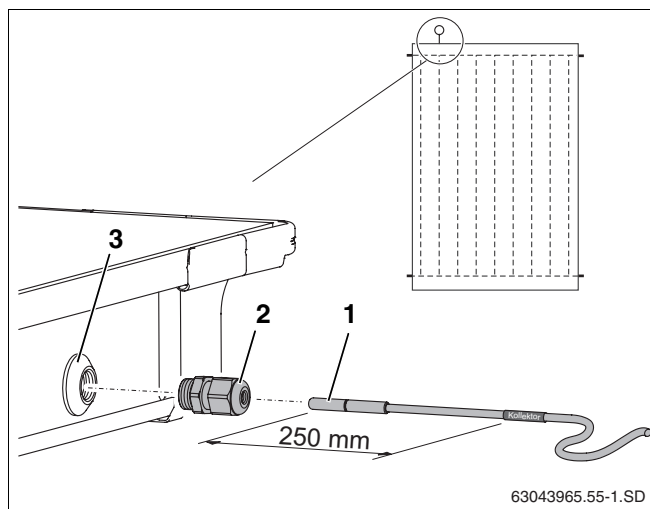

Рис. 33 Установка датчика в коллектор
Для исправной работы солнечной установки необходимо, чтобы коллекторный датчик (рис. 33, **поз. 1**) был вставлен в установочную трубку до упора (примерно на 250 мм).
- Проткнуть датчиком или отверткой уплотнительный слой в гильзе (рис. 33, **поз. 3**).
- Закрутить зажимную втулку (рис. 33, **поз. 2**) в гильзу.
- Затянуть зажимную втулку (рис. 33, **поз. 2**), удерживая от сворачивания.
Если Вы проткнули гильзу (рис. 33, **поз. 3**) не в том коллекторе, в котором нужно, то ее нужно плотно закрыть заглушкой из комплекта для подключения. Но прежде нужно, используя резьбовую втулку (рис. 33, **поз. 2**), удалить находящуюся в гильзе гайку.